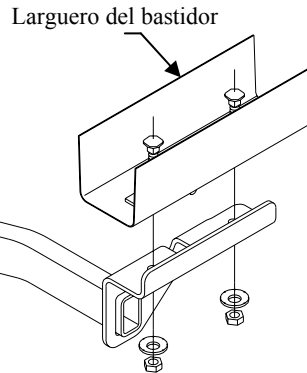

Figura 4.
7. Revise para verificar que el enganche esté centrado en el vehículo. El soporte podría no quedar firmemente contra el costado de los largueros del bastidor. Ver Figura 4.